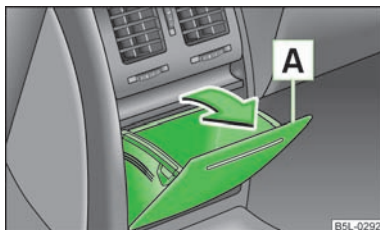

Fig. 81
- Abrir el compartimento guarda objetos tirando del borde superior del mismo [A] en el sentido de la flecha » fig. 81.